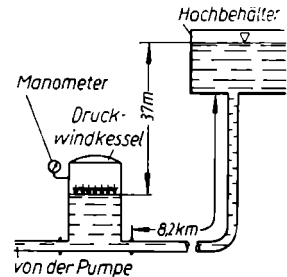

Bild 268
95. Ein Pumpwerk drückt minutlich 9 m^3 Wasser ($\nu = 10^{-6}$) durch eine Rohrleitung von 400 mm Durchmesser und 8,2 km Länge in den Hochbehälter. Der Wasserspiegel des letzteren liegt 37 m über dem des Druckwindkessels im Pumpenhaus (s. Bild 268). Das Manometer am Windkessel zeigt 7,6 at Überdruck. Gesucht wird a) die Wassergeschwindigkeit in der Rohrleitung; b) die entsprechende Geschwindigkeitshöhe; die Verlusthöhe und c) Reibungswiderstandszahl λ der Rohrleitung; d) die Rauigkeit k , wenn $\frac{vk}{\nu} > 1000$ ist.